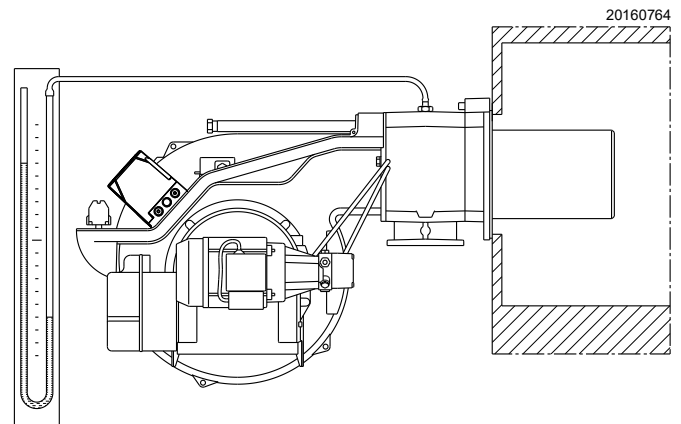

Fig. 32
- Instalar un manómetro de tubo en "U" (Fig. 32) en la toma de presión del gas del manguito.
La llegada de gas al manguito puede observarse en el manómetro en U (Fig. 32).